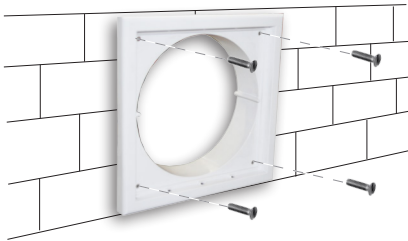

fig.3
5) Fissare la ghiera praticando quattro fori sulla parete e utilizzando le quattro viti 4 x 30 e quattro tasselli incluse nella fornitura. (vedi fig.3)
- 4 Fissare la parte posteriore della griglia alla parete con viti 4x30 incluse. (vedi fig.3)